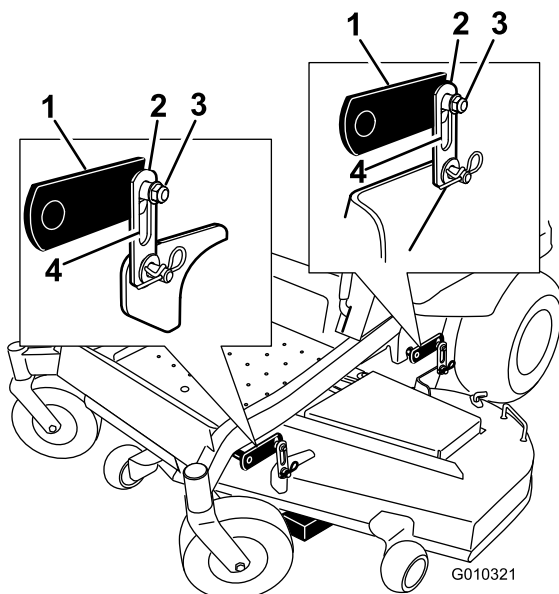

Figura 65
Nota: Asegúrese de que las pletinas de suspensión de la carcasa están bajadas del todo (en la parte superior de la ranura) y que el pedal de elevación de la carcasa está hacia atrás, contra el tope (Figura 65).
6. Apriete las cuatro tuercas de ajuste del sistema de nivelación (Figura 65).